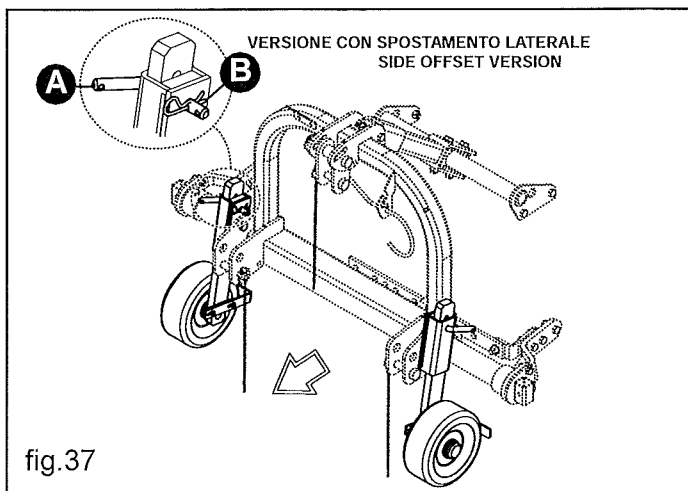
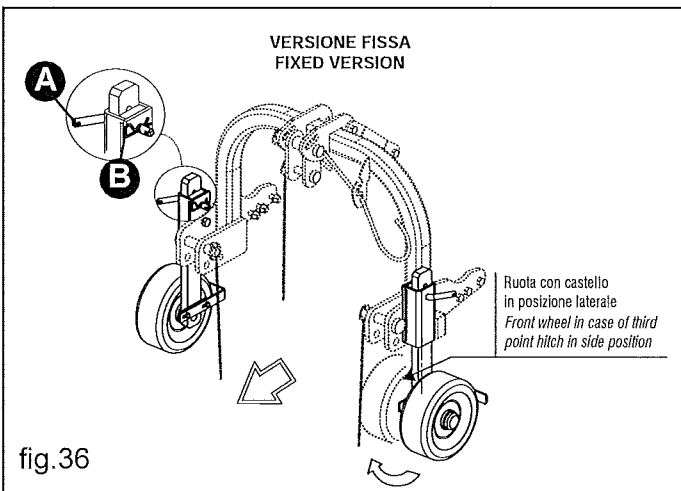

fig.37
fig.36
Maskinen kan i efterhand levereras eller utrustas med ett främre hjulpar (fig.36,fig.37). som används för att reglera arbetshöjden och för att garantera en enhetlig klippning på en ojämn terräng.
- Reglera arbetshöjden via hjulen och genom att lossa på fästbulten (A fig.36,fig.37) och den relativa saxsprinten (B fig.36,fig.37). Höj sedan hjulet upp till önskad höjd och sätt tillbaka bulten i önskat hål.